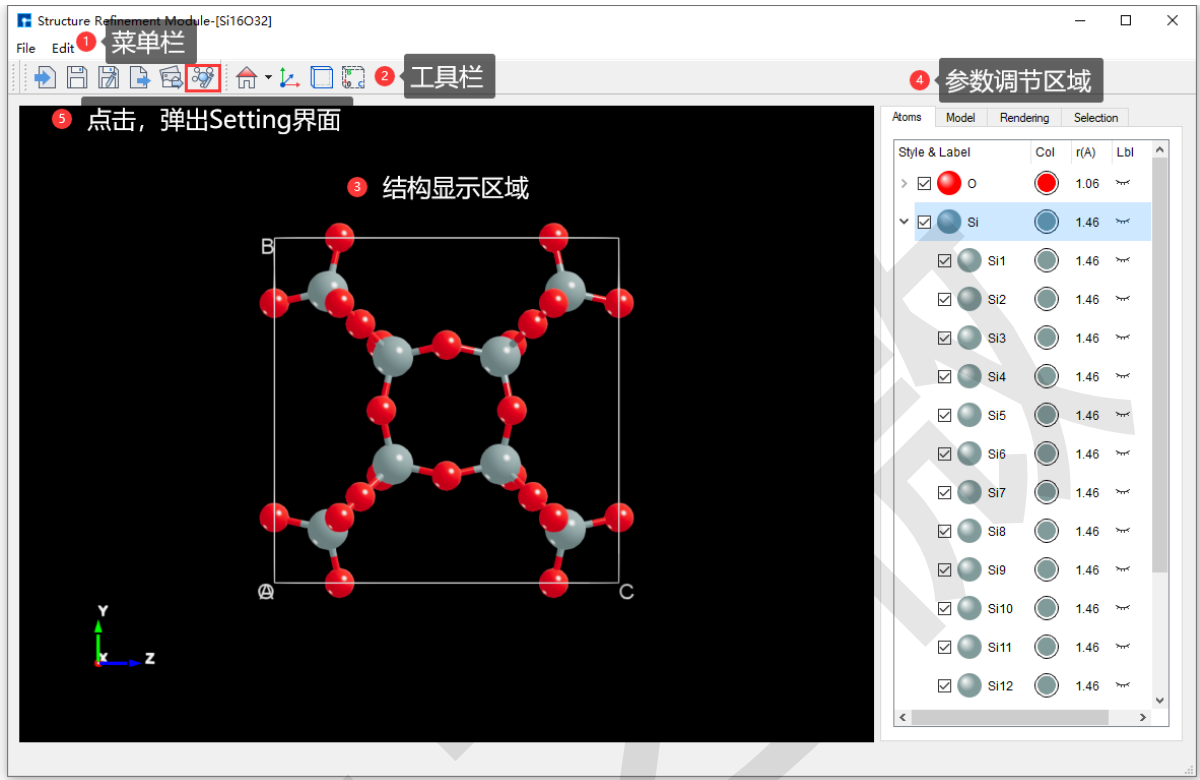

图 7.1: 原子结构精修模块图形界面
- .dsxml 格式为 Device Studio 原子结构精修模块专属格式，若想编辑后的结构文件下次导入继续编辑，建议在 原子结构精修模块界面如 图 7.1 中点击 *File* → *Save As* 存储为 .dsxml 格式。
原子结构精修模块（Structure Refinement Module，简称：**SRM**）的图形界面如 图 7.1 所示。